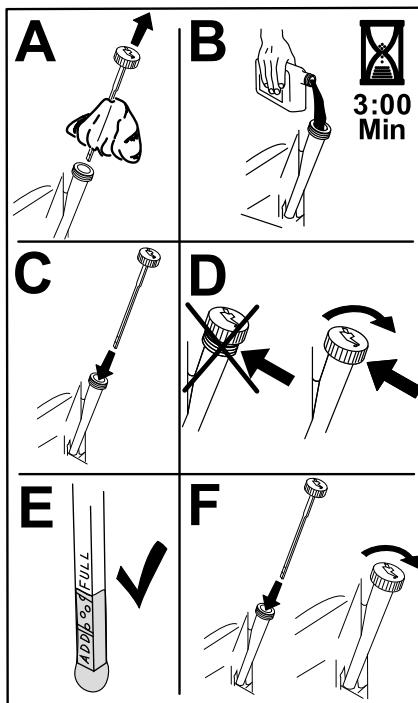

Figura 34
5. Vierta lentamente un 80% aproximadamente del aceite especificado por el tubo de llenado, luego añada lentamente el resto del aceite hasta que llegue a la marca **Full** (Figura 34).